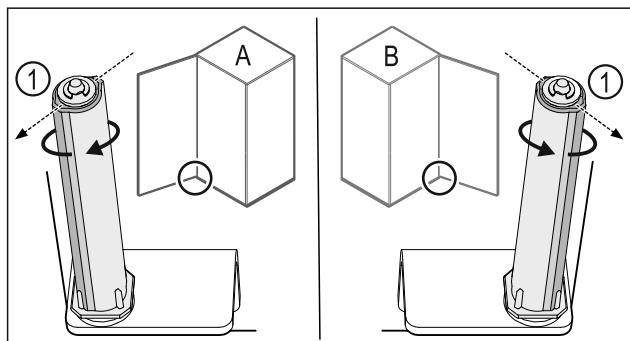

Fig. 37 Розкриття ліворуч (A) / Розкриття праворуч (B)
- Систему закриття повернати проти опору доки перемичка системи закриття Fig. 37 (1) не показуватиме назовні.